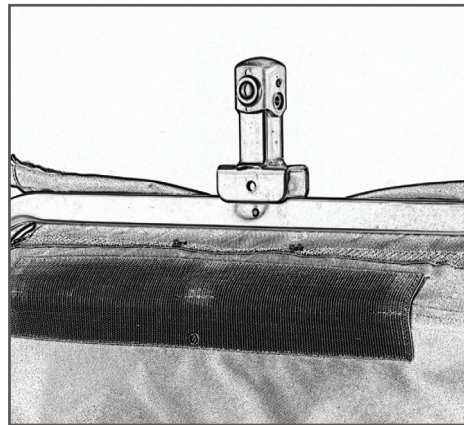

図30
3. ストローラー・ホイール・マウンテンング・ホールを前面フレーム・チューブの中央に配置します (図30)。